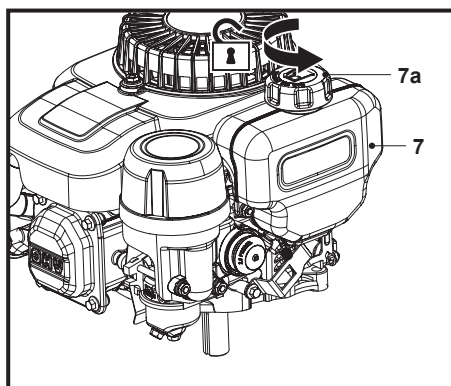

Fig. 6
3. Deșurubează și scoate bușonul rezervorului de combustibil (7a) (Fig. 6).